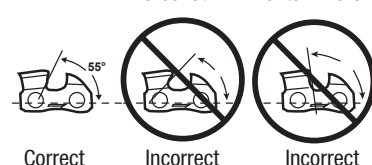

fig. 10g
JEU DU LIMITEUR DE PROFONDEUR (fig. 10g – fig. 10h)
1. Le limiteur de profondeur doit être maintenu à un jeu de 1/32 po (0,6 mm), comme indiqué à la **fig. 10g**. Utilisez un outil de limiteur de profondeur (disponible séparément) pour vérifier les jeux de limiteur de profondeur.